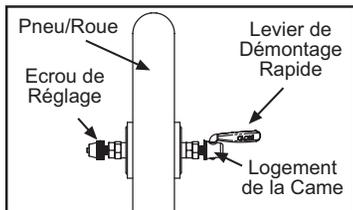

Fig. 7 Anatomie du Dispositif de Démontage Rapide de la Roue Avant
**5 LA ROUE AVANT:** (Fig. 7) montre l'anatomie de la roue avant et de son système de démontage rapide.